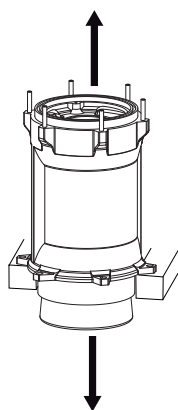

Bild 21: Avlägsna stator
8.1 Avlägsna stator (Bild 21, 22)